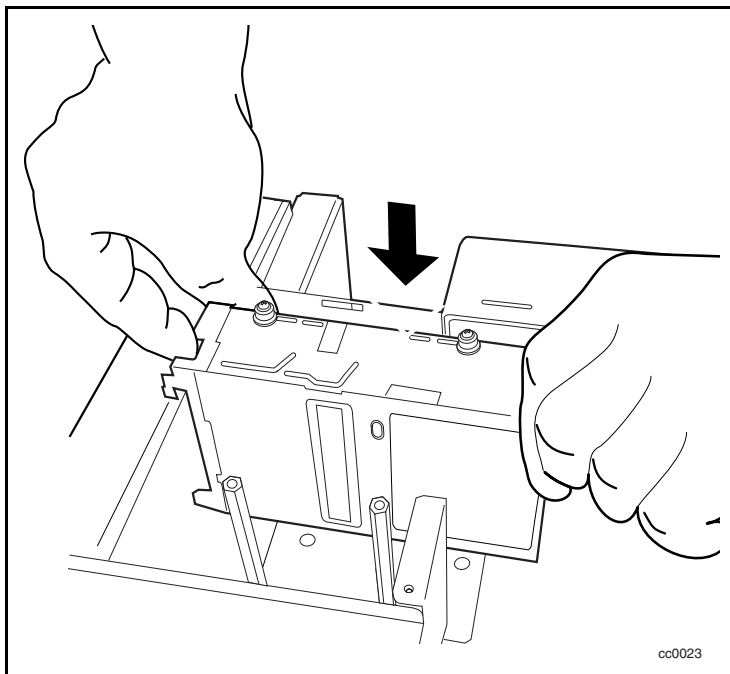

Figure 6. Installation de la nouvelle unité
2. Placez la nouvelle unité sur le châssis (voir la figure 6).